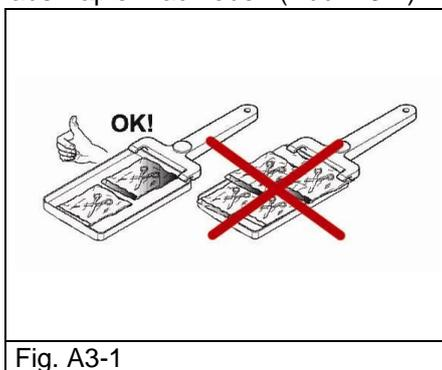

Fig. A3-1
- Zum Sterilisieren von verpackten Instrumenten die Beutel nicht übereinander auf den Tablets anordnen (Abb. A3-1).